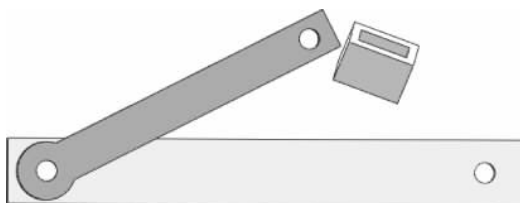

图 3-129 插入滑块
(7) 单击【装配体】工具栏中的【插入零部件】按钮,弹出【插入零部件】的属性设置。单击【浏览】按钮,在弹出的【打开】对话框中选择子装配体【滑块】,单击【打开】按钮,在图形区域的合适位置单击插入,如图 3-129 所示。